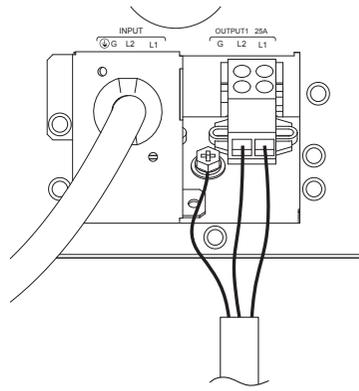

図7
3. マイナスドライバーで端子台のネジを緩め、被覆を規定の長さまで剥いた電線を端子台斜め下から奥まで挿入し、その状態で端子台のネジを締めてください。(図 7 参照) G 端子に接続する線は、L1 と L2 に接続する線より長く配線してください。